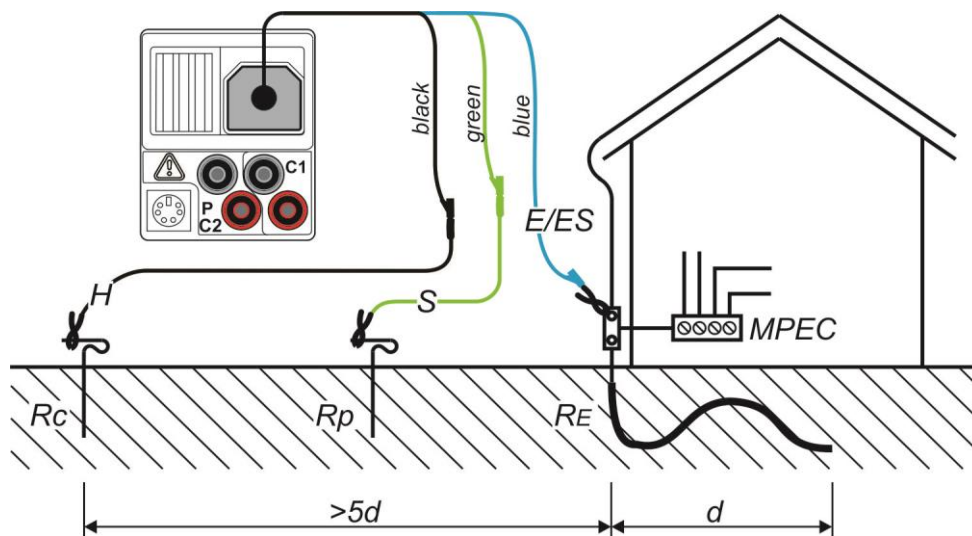

Abbildung 5.33: Erdungswiderstand, Messung der Haupterdung der Anlage
- ❑ **Schließen** Sie die Prüflleitungen am Prüfling an (siehe Abbildung 5.33 und 5.34).